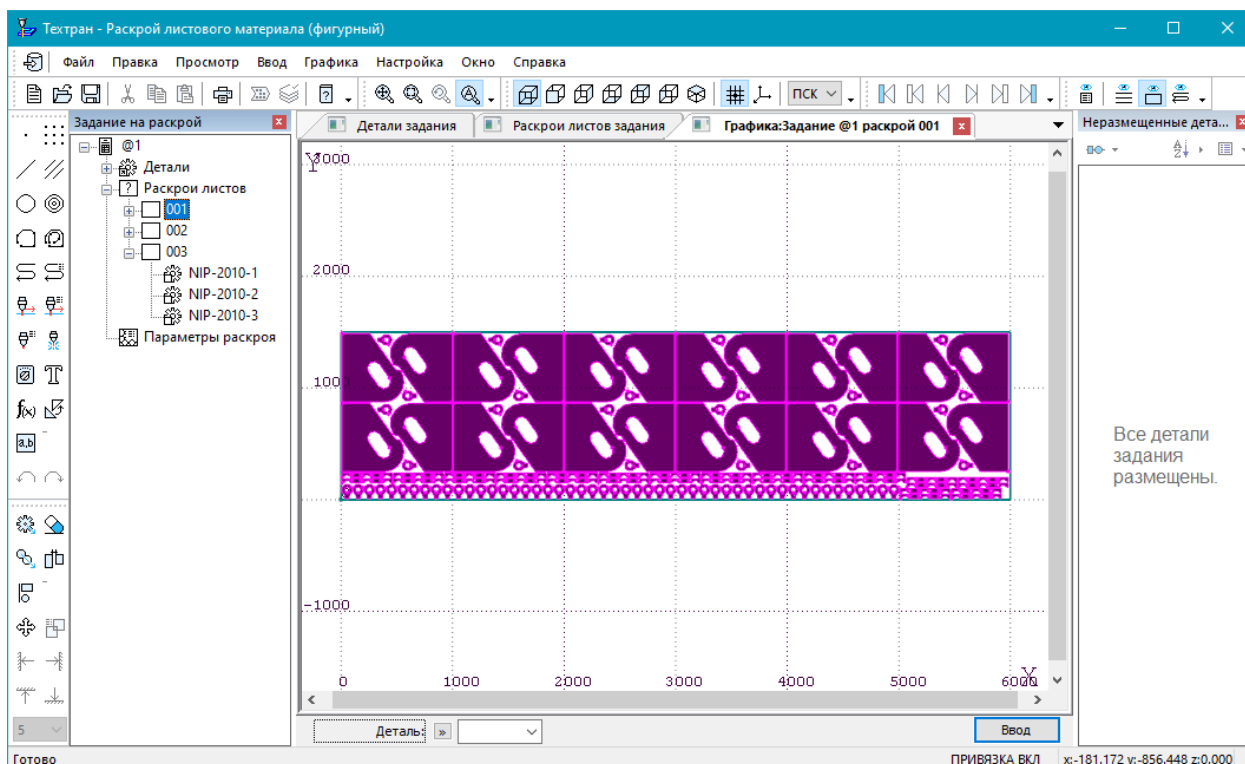

Рисунок 13. Раскрой листа в окне Графика
- 2) Панель *Эскиз* справа от таблицы отображает графическое представление выбранного элемента (Рисунок 13).